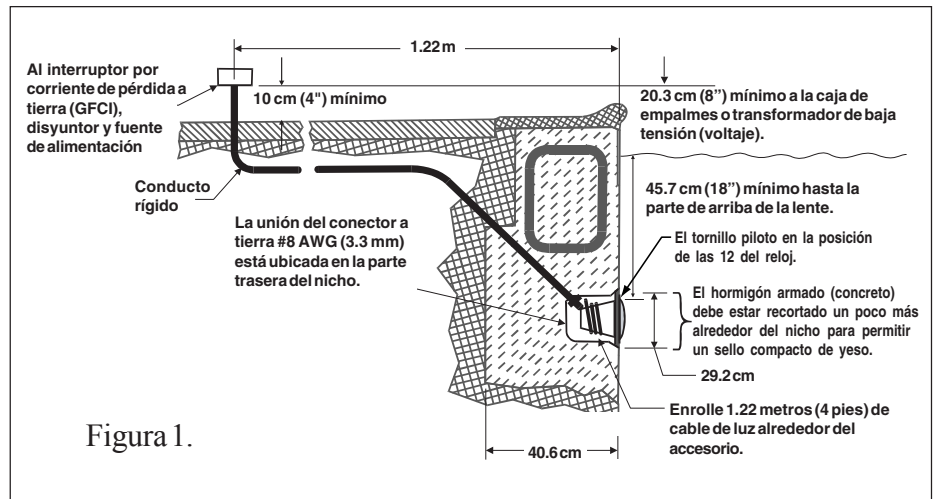

Figura 1.
A. Los siguientes pasos de preparación tienen que haberse completado por el electricista antes de instalar el accesorio para lámpara. (Vea la figura 1 abajo.)
- b. La caja de empalmes (o, para los modelos de 12 voltios, el transformador de baja tensión) esté colocada por lo menos a 20.3 centímetros (8 pulgadas) arriba del nivel de tierra y por lo menos a 1.22 m (48 pulgadas) de distancia del borde de la piscina. (Vea la figura 1 abajo.)
- d. El nicho en húmedo debe estar correctamente instalado de manera que el tornillo piloto se encuentre en la posición de las 12 del reloj y que el borde superior del lente de la lámpara subacuática se encuentre a un mínimo de 45.72 cm (18 pulg.) por debajo de la superficie del agua de la piscina. (Vea la figura 1 abajo.)
- e. El nicho mojado está unido eléctricamente en la forma correcta y conectado a tierra a través del conector a tierra Núm. 8 AWG (3.3 mm) ubicado en la parte trasera del nicho. (Vea la figura 1.)
1. Pase el cordón a través del conducto hasta la caja de empalmes, dejando por lo menos 1.22 metros (4 pies) de cordón o cable en el accesorio para lámpara para enrollarlo en la misma lámpara. (Vea la figura 1.) Este metro veintidós centímetros (4 pies) de cordón alrededor del accesorio de la lámpara le permitirá darle servicio a dicha lámpara después de que se llene de agua la piscina.
- b. La caja de empalmes (o, para los modelos de 12 voltios, el transformador de baja tensión) debe estar por lo menos a 20.3 centímetros (8 pulgadas) arriba del nivel de tierra y por lo menos a 1.22 m (48 pulgadas) de distancia del borde de la piscina. (Vea la figura 1 abajo.)
- d. El nicho mojado está instalado correctamente de tal manera que el borde superior de la lente de la lámpara subacuática está por lo menos a 45.72 cm (18 pulgadas) por debajo de la superficie del agua en la piscina. (Vea la figura 1 abajo.)
- e. El nicho mojado está unido eléctricamente en la forma correcta y conectado a tierra a través del conector a tierra Núm. 8 AWG ubicado en la parte trasera del nicho. (Vea la figura 1.)
5. Deje por lo menos 1.22 metros (4 pies) de cordón o cable alrededor del accesorio de la lámpara. (Vea la figura 1.) Este metro veintidós centímetros (4 pies) de cordón enrollado alrededor del accesorio de la lámpara permitirá que se le dé servicio a la lámpara después de que se llene de agua la piscina.